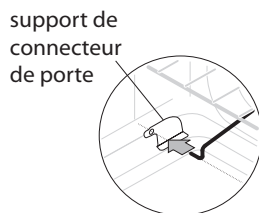
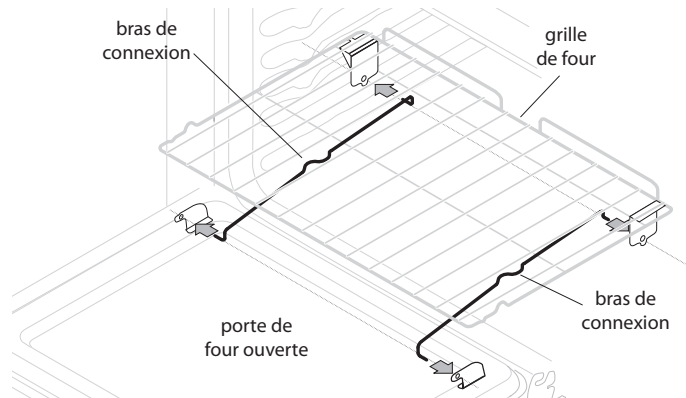

Figure 21 : Bras de connexion/connecteur de porte
Figure 22 : Montage de la grille de four Effortless™
5. Montez un bras de connexion à la fois. En gardant la porte du four ouverte et la grille du four en place, placez une extrémité du bras de connexion dans l'ouverture du support de connecteur de la porte (Figure 21) et l'autre extrémité dans l'ouverture du support de connecteur de la grille (Figure 22). La grille du four devra peut-être être réglée vers l'intérieur ou vers l'extérieur pendant qu'elle est dans sa position, afin que sa longueur corresponde à celle du bras de connexion.